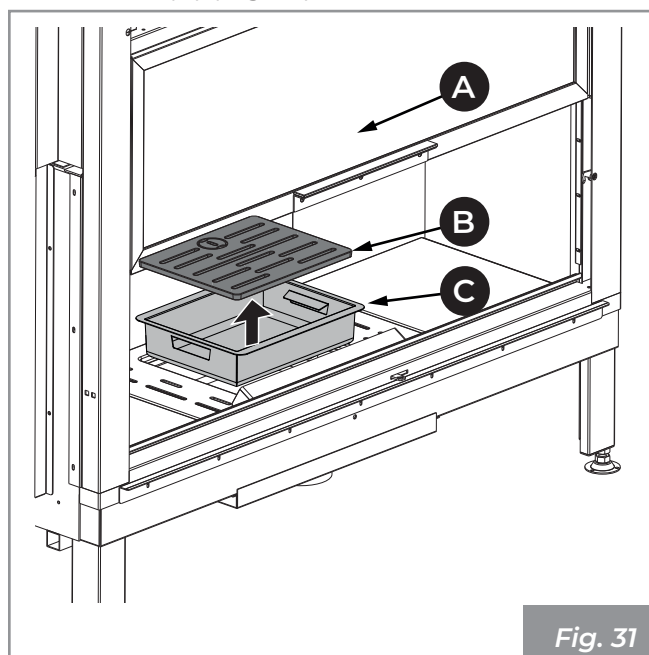

Fig. 31
- 2) Soulever et extraire la grille (**B**) et le tiroir à cendres (**C**) (**Fig. 31**).